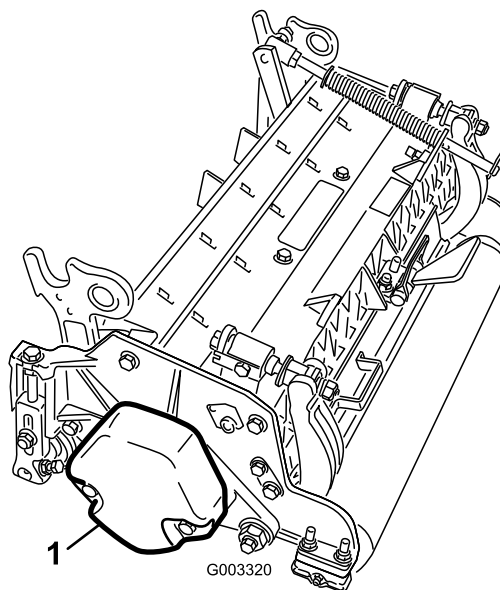

Figura 4
3. Il contrappeso (Figura 4) deve essere montato sul lato giusto dell'elemento di taglio, come descritto nel *Manuale dell'operatore* degli elementi di taglio.